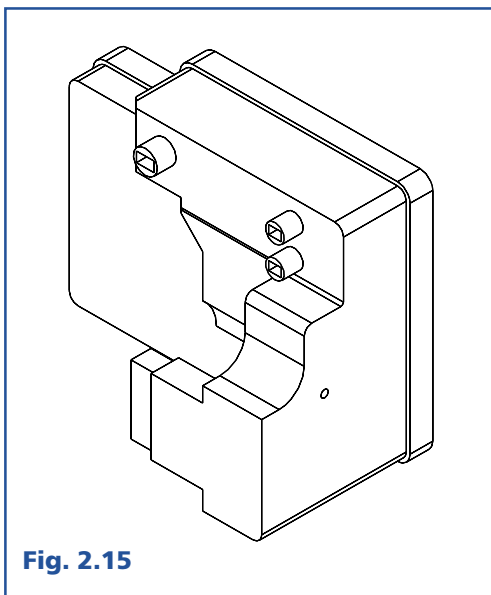

Fig. 2.15
2.10 Apparecchiatura controllo fiamma (Fig. 2.15)